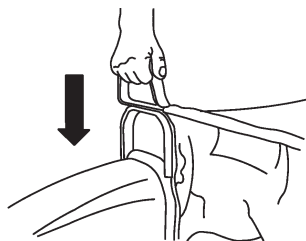

Figure 46
15. Accrochez la poignée avant du sac à la bride de l'éjecteur (Fig. 46). Poussez la poignée vers le bas pour bien l'engager en position.